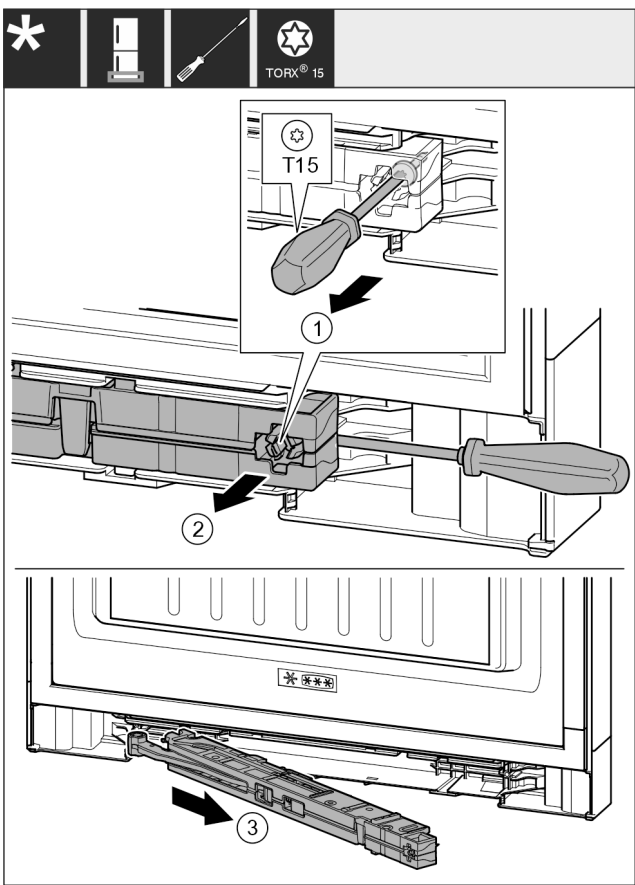

Fig. 20
- Oldja ki a csavart Fig. 20 (1) a záráscsillapító egységen 14 mm méretű csavarhúzóval.
- Emelje ki a záráscsillapító egységet Fig. 20 (2) a fogantyú felőli oldalon csavarhúzó segítségével felfelé.
- Húzza ki a záráscsillapító egységet Fig. 20 (3).